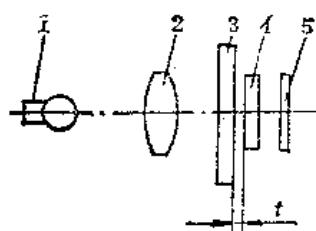
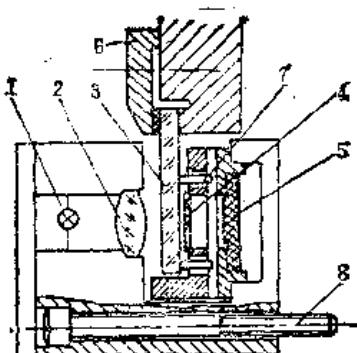

图22-6-4 垂直入射读数头光路
图22-6-5 垂直入射读数头结构示意图
2) 垂直入射读数头 垂直入射读数头的光路及结构见图22-6-4、图22-6-5。